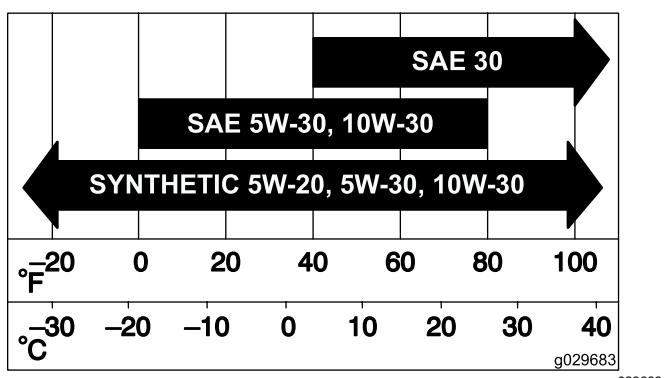

Bild 39
2. Schieben Sie den Filter vorsichtig in das Luftfiltergehäuse hinein (Bild 39).
- Montieren Sie die Luftfilter Abdeckung und befestigen Sie diese mit den Laschen (Bild 39).